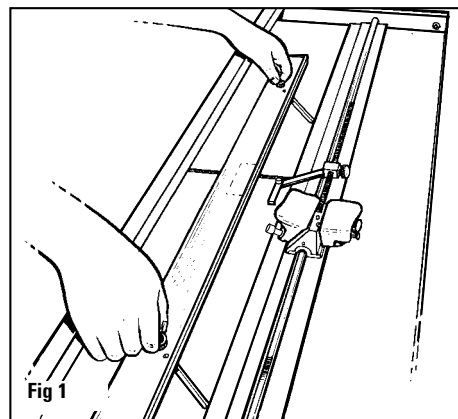

Fig 1
2. Per rilasciare la guida del passepartout, allentare le manopole nere di due giri. Far scorrere la guida del passepartout nelle scanalature angolate finché il bordo anteriore della guida non si trovi lungo l'incremento del righello della guida della larghezza del margine che si desidera tagliare. Fig. 1
2. Pour relâcher le rail parallèle, desserrez les boutons noirs de deux tours. Faites glisser le rail parallèle dans les conduits pour le régler à la largeur de bord voulue. Fig. 1
2. Lockern Sie die Passepartoutführung mit zwei Umdrehungen der beiden schwarzen Knöpfe. Verschieben Sie die Passepartoutführung auf die Skalarmarkierung der gewünschten Breite. Abb. 1